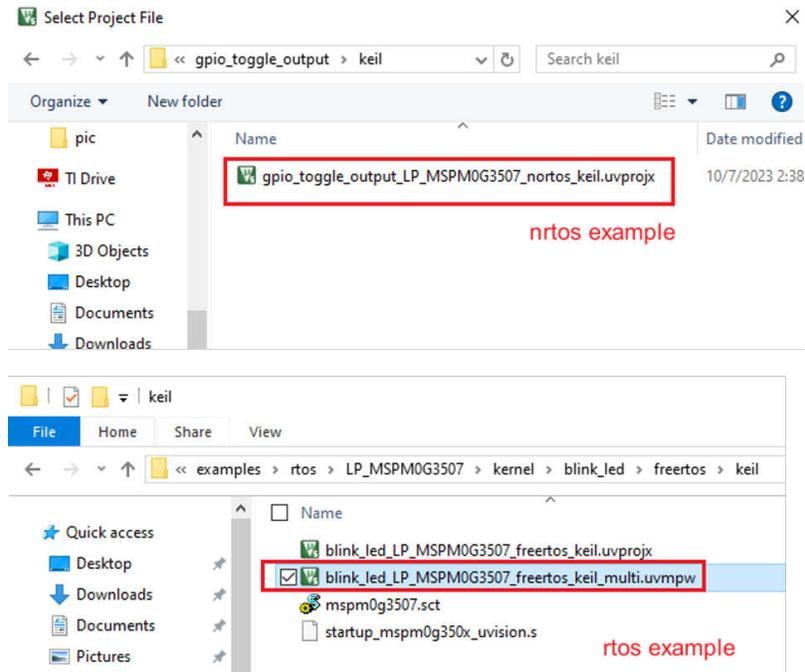

图 3-48. 选择 Keil 工程
2. 从 SDK 中选择一个演示工程。对于 nortos 示例，请使用 .uvprojx 工程文件。对于 RTOS 示例，请使用 .uvmppw 工作区文件。图 3-48 展示了一个示例。